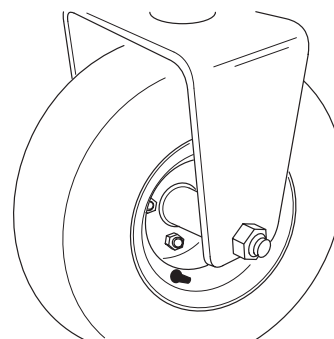

Figure 3
4. Disposez la courbe de la tête de boulon sous le bord inférieur de la chape pivotante. Posez et serrez le contre-écrou de fixation de la roue dans la chape (Fig. 3).